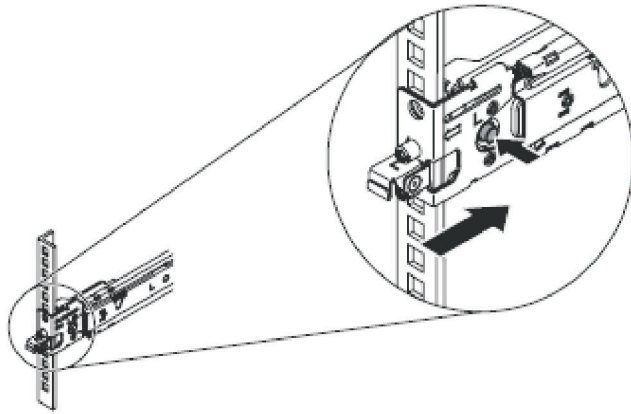

図 24. スライド・レールの前部端の取り付け
5. 30 ページの図 24 に示すように、スライド・レールの前部端を取り付けます。